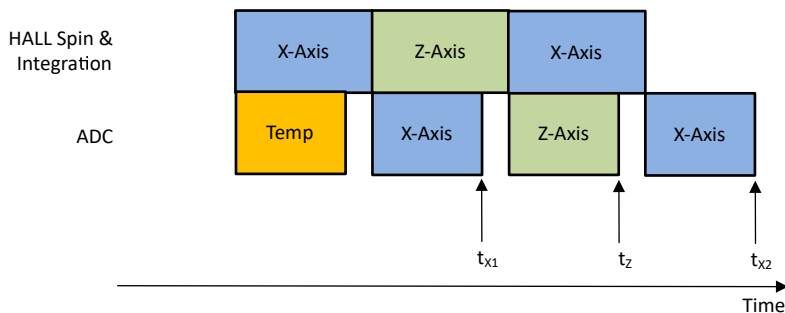

图 7-3. XZX 磁场转换
在绝对角度测量中，需要来自多个轴的应用传感器数据，才能计算出精确的角度。在不同时间通过同一信号链收集的磁场数据会在角度计算中引入误差。TMAG3001 提供伪同步采样数据收集模式来消除此误差。图 7-3 展示了一个示例，其中 `MAG_CH_EN` 设置为 Bh 来收集 XZX 数据。方程式 12 显示了 X 和 Z 传感器数据的时间戳相同。
- t_{x1} 、 t_z 、 t_{x2} 是 X、Z、X 传感器数据完成的时间戳，如图 7-3 中定义。